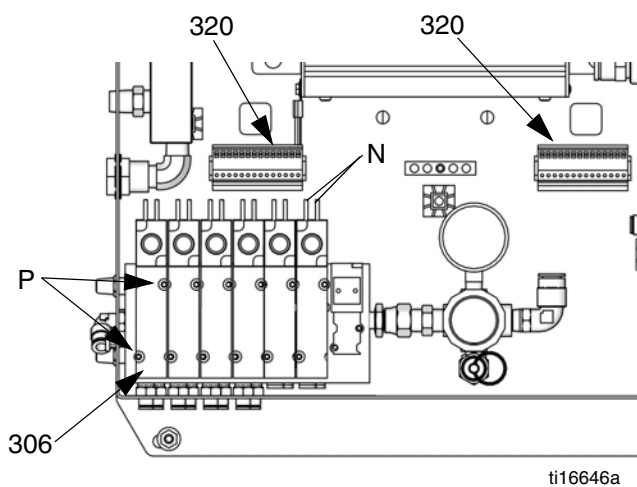

FIG. 3. Byta ut en enkel solenoid
3. Koppla loss 2 solenoidkablar (N) från hållaren (320). Se FIG. 3.
4. Skruva av 2 skruvar (P) och ta bort solenoiden (306).
5. Installera den nya solenoiden (306).
6. Anslut 2 kablar (N) till hållaren (320). Solenoidkablarna är polariserade (röd+, svart-). Se Kopplingschema för system, sidorna 66-69.